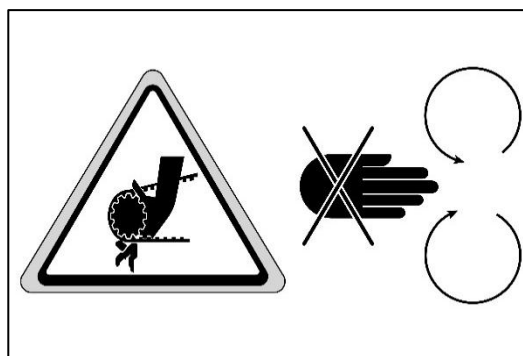

Fig. 17 - N'OUVREZ PAS OU NE RETIREZ PAS LES CACHES DE PROTECTION TANT QUE LE MOTEUR TOURNE
- N'ouvrez pas ou ne retirez pas les caches de protection tant que le moteur tourne (fig. 17).